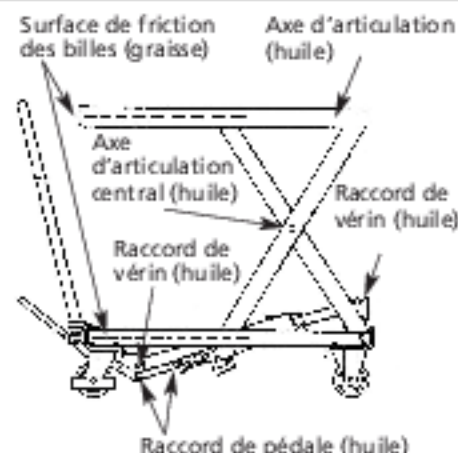

Figure 5
Une lubrification mensuelle est recommandée pour assurer un fonctionnement adéquat et sécuritaire. Voir la Figure 5.
- Lubrifier les rouleaux et les points de pivotement en se reportant à la Figure 5.